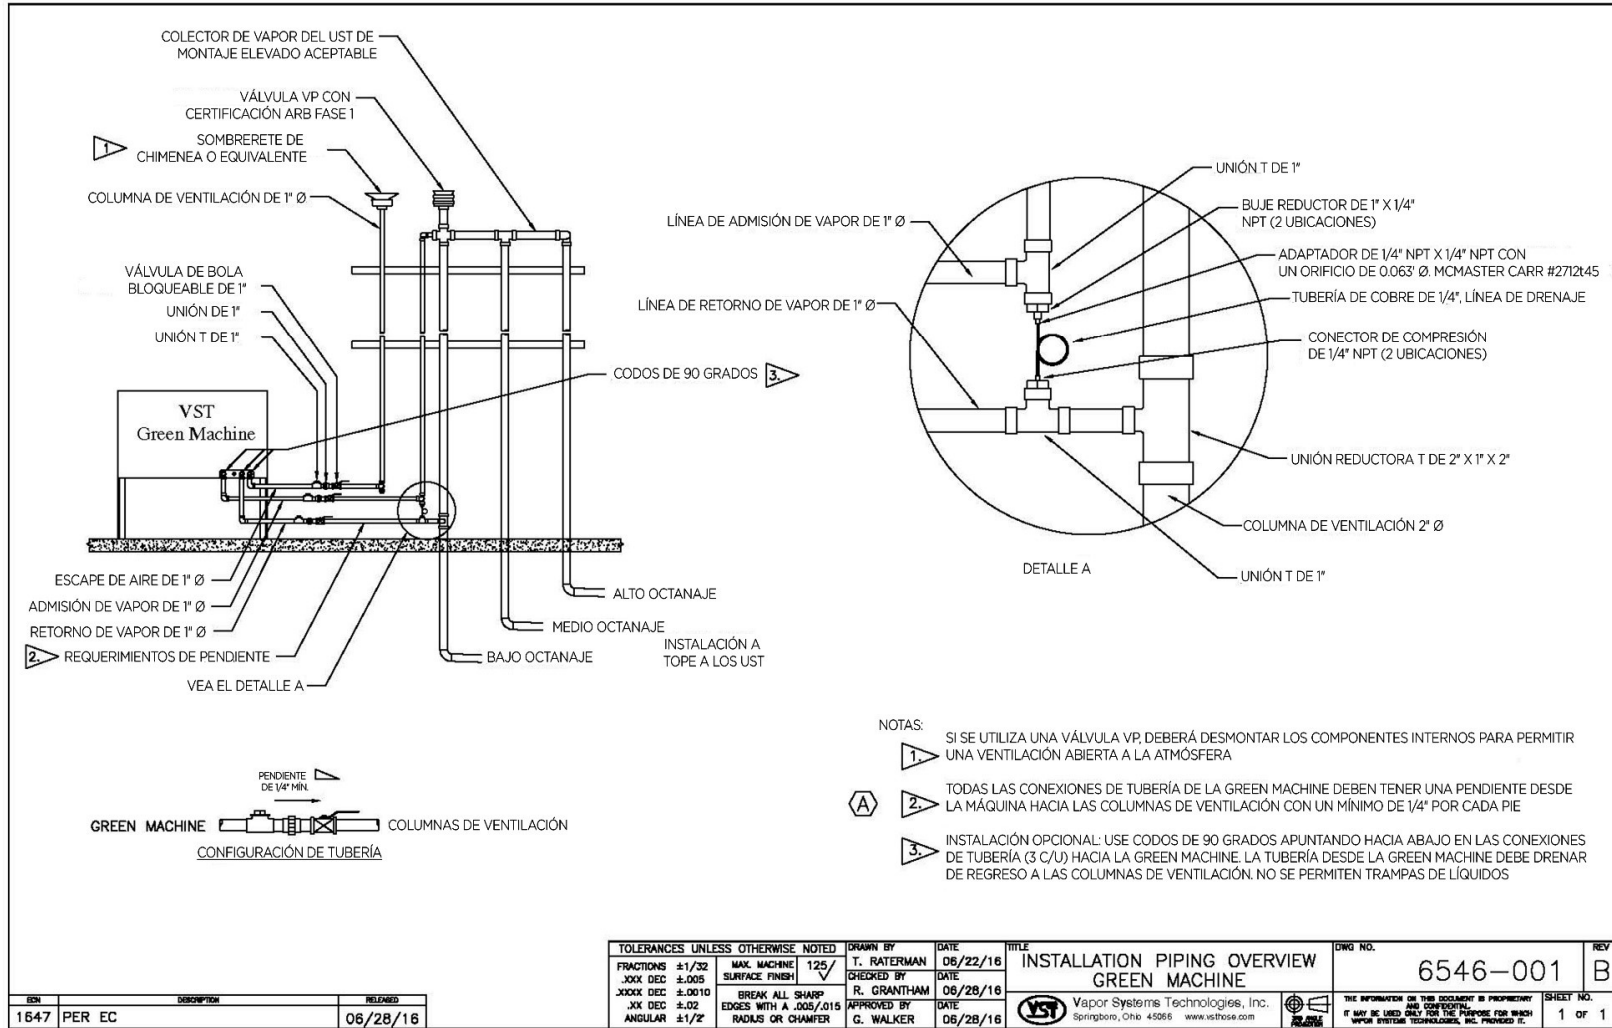

Figura 2-1: Descripción de las tuberías de vapor
- La línea de drenaje de ¼" de diámetro con el adaptador provisto debe instalarse según la **Figura 2-1**.
- Instale una tubería de entrada de vapor de 1" y una tubería de retorno de vapor de 1" como se muestra en la **Figura 2-1** desde las conexiones de entrada de vapor y retorno de vapor en la GREEN MACHINE a una columna de ventilación existente.
Vea la figura 2-1.
- La tubería de 1" debe inclinarse hacia afuera de la GREEN MACHINE un mínimo de ¼" por pie. **Vea la Figura 2-1.**
- Desde la columna de ventilación, instale la válvula de bola de bloqueo de 1", luego la unión de 1" y luego la conexión en T de 1" como se muestra en la **Figura 2-1.**
- La línea de drenaje de ¼" de diámetro con el adaptador provisto debe instalarse según la **Figura 2-1.**